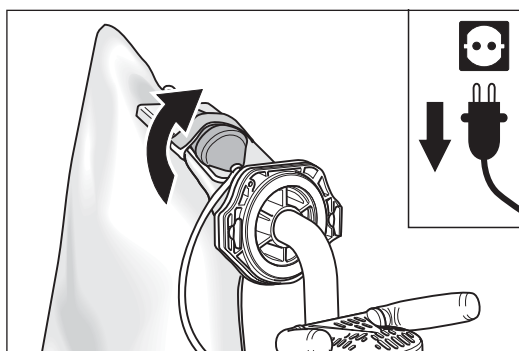

Fig. 13 Retirar el acoplamiento del velcro de la bolsa colectora de polvo.
- 3 Retire el acoplamiento del cable de conexión del velcro de la bolsa colectora de polvo (Fig. 13).